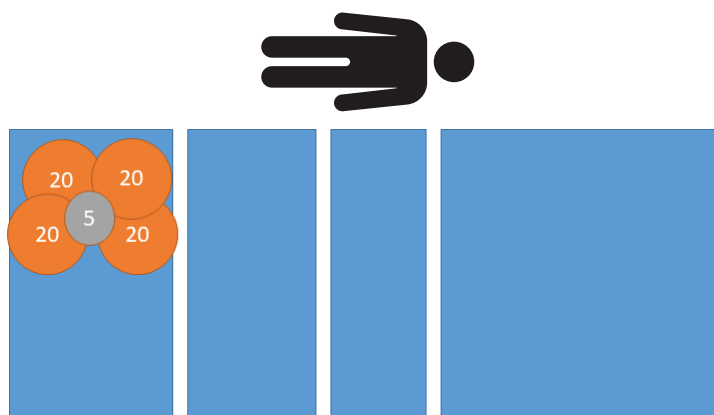

Figura 15 – Test di eccentricità - 85 kg sul lato piedi destro
3. Utilizzando pesi calibrati, posizionare 85 kg sul lato piedi destro del prodotto (Figura 15).